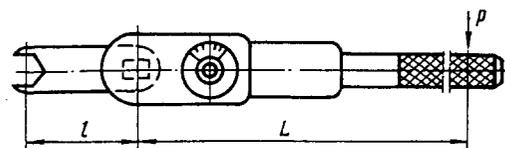

Рис. 2. Тарированный ключ
3.1. Тарированные ключи (рис. 2) имеют шкалу в виде циферблата. Затягивая гайку, необходимо следить за движением циферблата.
3.3. При пользовании плоскими насадками длина плеча *L* увеличивается на длину *l* (см. рис. 2, 3).